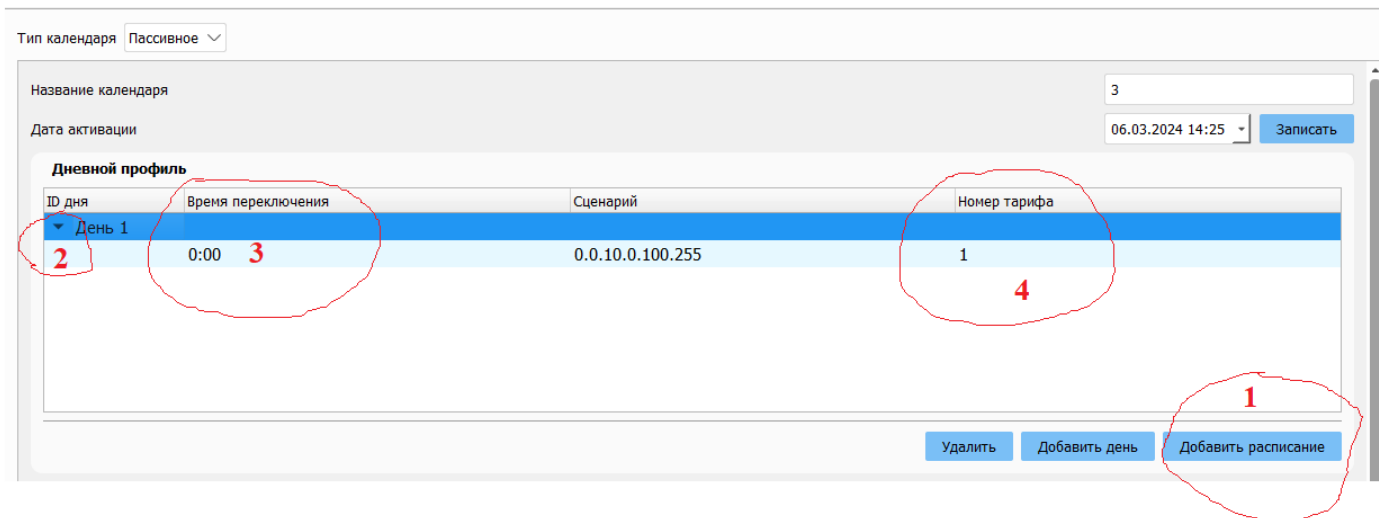

Рисунок 44
– добавить расписание на «день 1», последовательно выполнив для шаги с 1 по 4 (рисунок 44):